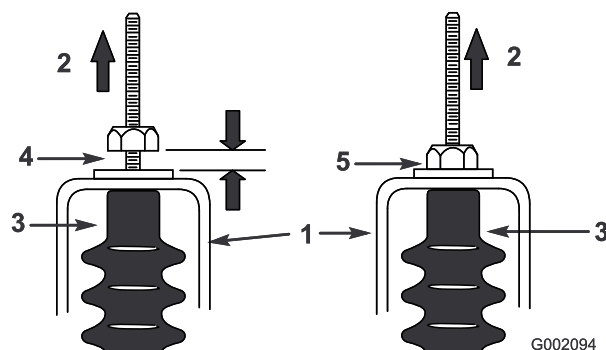

Figure 36
5. Tirez sur chaque câble de sélection et vérifiez qu'un espace de 0,076 à 0,15 cm existe entre l'écrou/la rondelle et la patte de réglage du point mort (Figure 36).